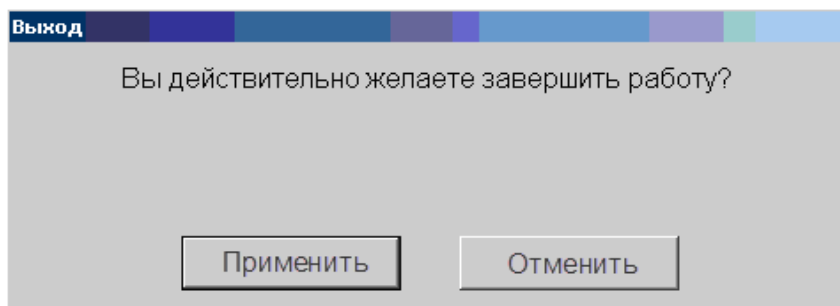

Рисунок 32 – Окно подтверждения завершения работы
- 1) Выбрать из главного меню инструктора пункт «Выход». При этом появляется *окно завершения работы* (Рисунок 32).